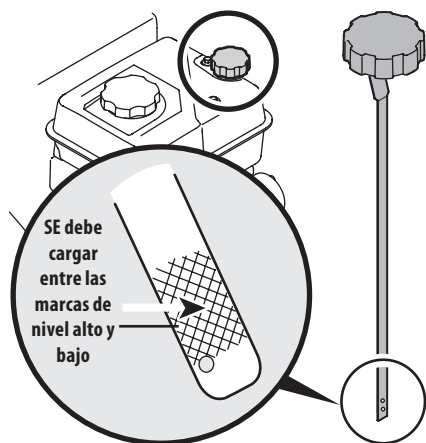

Figura 3-3
- Mantenga el nivel de aceite entre las marcas "H (lleno)" y "L (agregar)" de la varilla de medición del nivel. Vea la "Figura 3-3".
1. Retire el tapón de llenado/varilla de medición de aceite y limpie bien la varilla. Vea la "Figura 3-3".
3. Saque el tapón / la varilla de medición de aceite. Si el nivel es bajo, agregue lentamente aceite hasta que el nivel registrado esté en un punto intermedio entre alto (H) y bajo (L), "Figura 3-3".